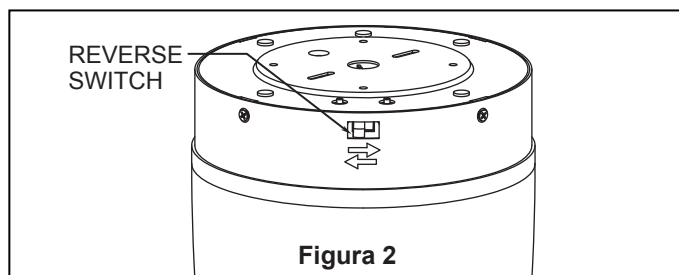

Figura 2
- ☐ 2. Si se desea que el flujo del aire vaya en la dirección opuesta, apague el ventilador y espere a que se detengan las palas. Deslice la carcasa de la cubiertapara visualizar el interruptor del reverso. (Figura 2)
2. Instale el soporte de control con los dos tornillos #6-32x 3/4". Empuje los cuatro tapones de plástico para cubrir los orificios de los tornillos. (Incluidos con el mando). (Figura 2)